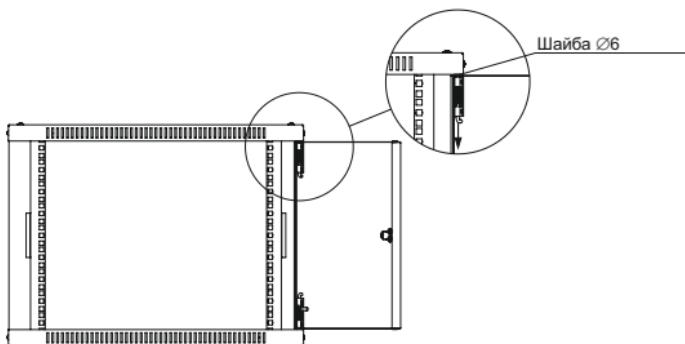

Рисунок 5
4.1.3.2 При установке металлической двери отведите вниз подвижную часть петли до совпадения осей петли с отверстиями в основаниях (рисунок 5).